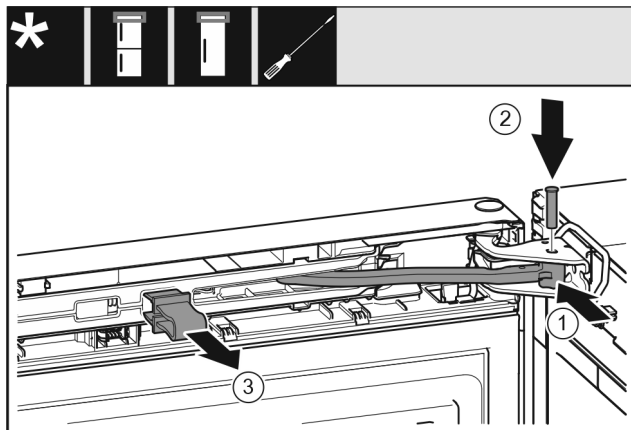

Fig. 50
- ▶ Zgibni del v ležajnem podstavku zavrtite. *Fig. 50 (1)*
- ▶ Sornik vstavite v ležajni podstavek in zgibni del. Pri tem pazite, da zaskočni zapah pravilno sedi v utoru. *Fig. 50 (2)*
- ▶ Snemite varovalo. *Fig. 50 (3)*